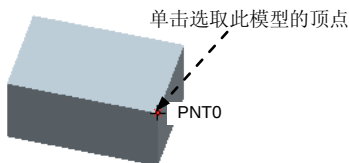

图 5.19.23 顶点基准点的创建
如图 5.19.23 所示，现需要在模型的顶点处创建一个基准点 PNT0，操作步骤如下：
Step2. 如图 5.19.23 所示，选取模型的顶点，系统立即在此顶点处产生一个基准点 PNT0。